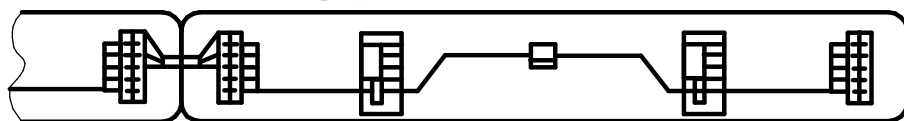

Рисунок 9
6.10 Допускается установка светильников с магистральной проводкой в линию. (Рис.9)